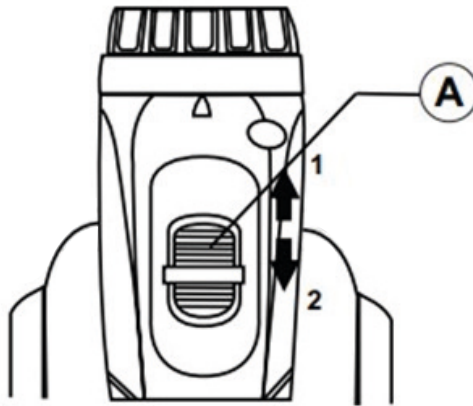

Рисунок 4. *Схема перемикачя діапазонів швидкостей.*
– За допомогою механічного перемикача можна встановити один із двох діапазонів швидкостей роботи редуктора шурупверта. Перемикання передач здійснюється через переміщення повзунка механічного перемикача (А) (рис. 4) до упору в положення (1) (низька швидкість: 0...500 об/хв та 0...7500 уд/хв в режимі удару), або до упору в положення (2) (висока швидкість: 0...2000 об/хв та 0...30000 уд/хв в режимі удару).